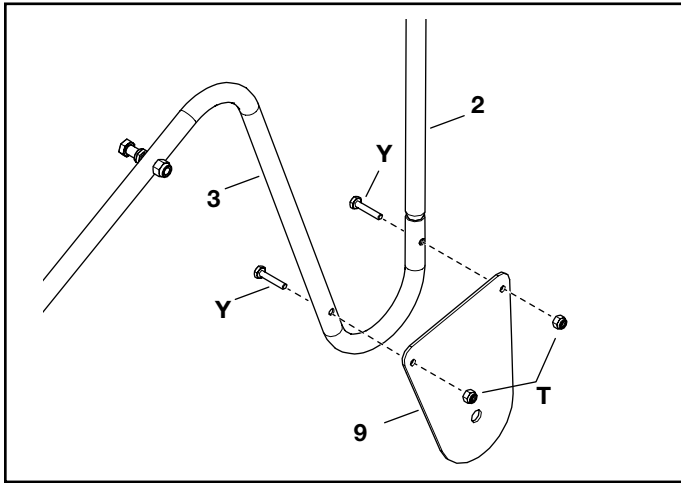

FIGURE 7
STEP 7: (SEE FIGURE 7)
- Attach a wheel brace (10) to each upper and lower kickstand tubes (2 and 3) using two 1/4-20 x 1-1/4 GR5 hex bolts (Y) and 1/4-20 Nylock hex nuts (T).
(VOIR LA FIGURE7) Fixez une entretoise de roue (10) à chaque tube de béquille supérieur et inférieur (2 et 3) à l'aide de deux boulons hexagonaux 1/4-20 x 1-1/4 GR5 (Y) et d'écrous hexagonaux 1/4-20 Nylock (T).